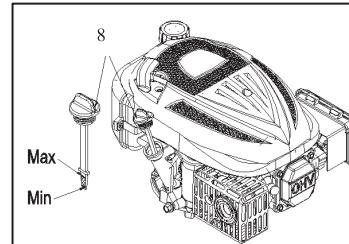

Fig. 7
2. Rimuovere il tappo dell'olio con la sua asta graduata (8) e pulirla con uno straccio.
3. Reinsierire l'asta graduata (8) nell'apertura senza avvitare il tappo, quindi rimuoverla per controllare il livello dell'olio.
4. Nel caso il livello sia inferiore al segno di minimo, rimuovere il tappo (8) e rimboccare con l'olio consigliato fino a raggiungere il segno di livello massimo (in basso sul collo del serbatoio dell'olio), senza eccederlo.
5. Richiudere bene il tappo (8). (vedi Fig. 7)